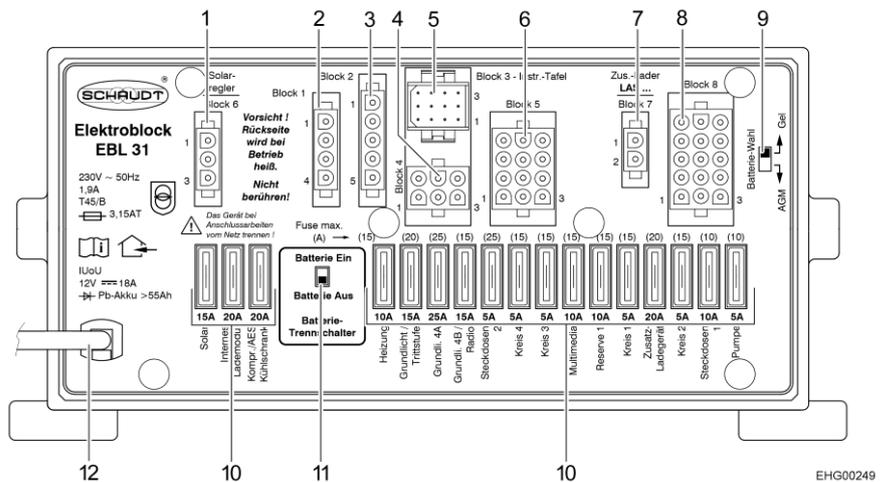

Fig. 72 Centralina elettrica (EBL 31)
- ▷ Per staccare **tutte** le utenze elettriche a 12 V dall'alimentazione di tensione ed evitare che la batteria dell'abitacolo si scarichi, posizionare l'interruttore staccabatteria (Fig. 72,11) sulla centralina elettrica su "Batterie Aus" (batteria Off).
- ▷ Utenze come caricabatteria, regolatore di carica del pannello solare, pannello di controllo o utenze simili, assorbono corrente dalla batteria, anche se l'interruttore principale a 12 V del pannello di controllo (Fig. 73,6) è disinserito. Per questo motivo posizionare l'interruttore staccabatteria (Fig. 72,11) sulla centralina elettrica su "Batterie Aus" (Batteria Off) quando il veicolo non viene utilizzato per lungo tempo.